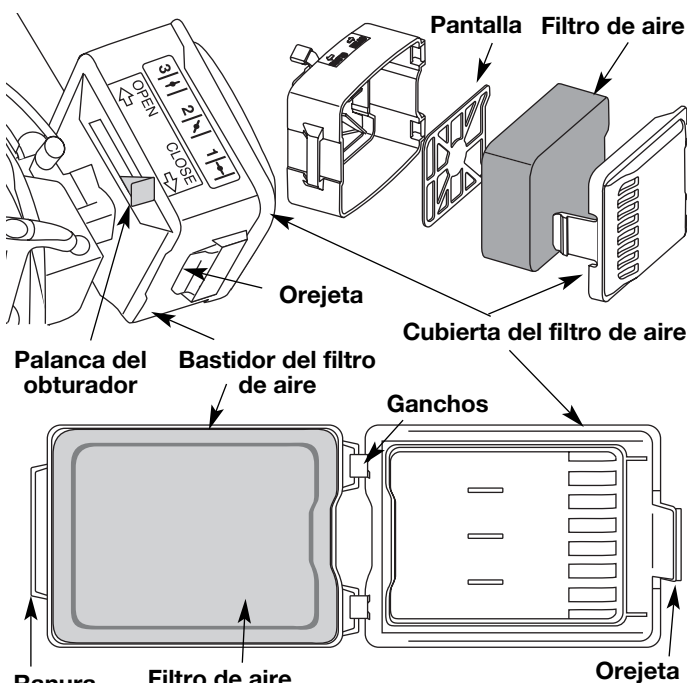

Fig. 22
1. Abra la cubierta del filtro de aire. Empuje hacia adentro la orejeta del lado derecho de la cubierta, y extraiga la cubierta del filtro de aire hacia afuera y hacia la izquierda (Fig. 22).
2. Retire el filtro de aire (Fig. 22).
6. Vuelva a colocar el filtro (Fig. 22).
7. Vuelva a instalar la cubierta del filtro de aire. Coloque los ganchos del lado derecha de la cubierta del filtro de aire en las ranuras del lado derecha de la placa posterior (Fig. 22).
8. Mueva la cubierta hacia la izquierda derecha hasta que la orejeta del filtro de aire calce en su lugar en la ranura de la placa posterior (Fig. 22).